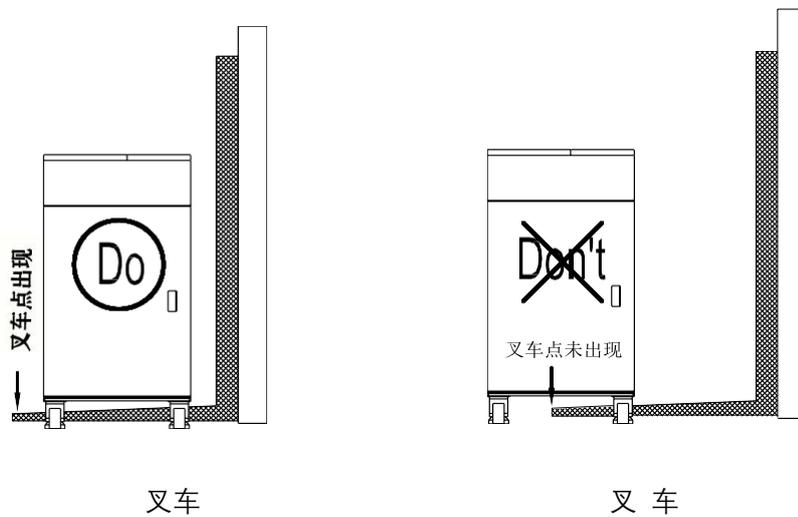

图 7-1 叉车使用示意图
- 以下是叉车使用时的一些标识；直到如图 7-1 所示叉车点出现才证明叉车完全叉入。